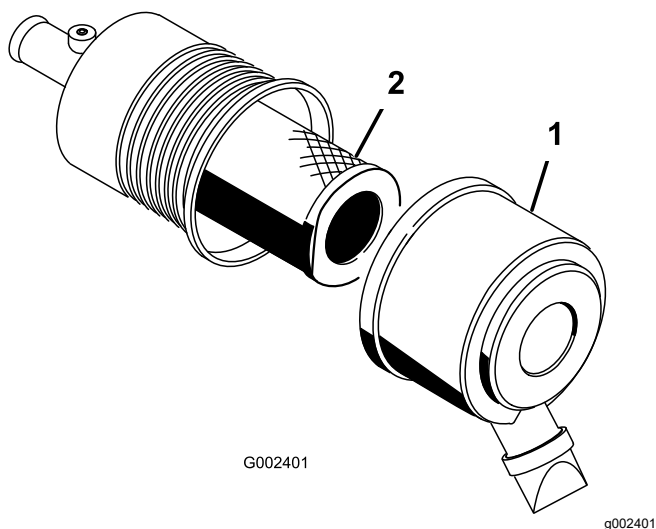

Figure 97
1. Ouvrez les dispositifs de verrouillage du filtre à air et détachez le couvercle du boîtier du filtre (Figure 97).
3. Sortez l'élément filtrant du boîtier du filtre avec précaution (Figure 97).
5. Insérez le filtre sur le tube du boîtier avec précaution (Figure 97).
6. Reposez le couvercle du filtre à air, le côté en haut, et verrouillez-le (Figure 97).